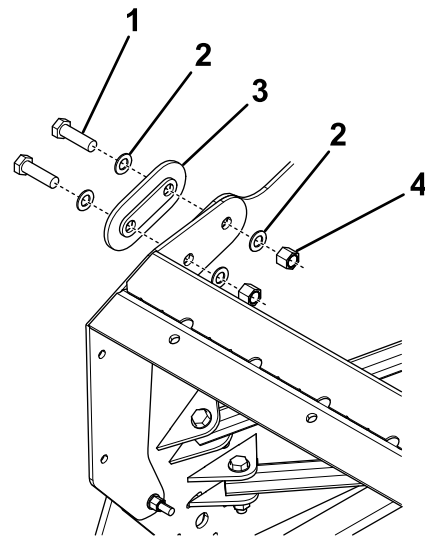

Figura 4
5. Sujete la parte superior de la sección de cuchilla a la pala con 2 pernos (3/4"), 4 arandelas (3/4"), 1 placa de montaje y 2 contratuercas (3/4"), como se muestra en la Figura 4.